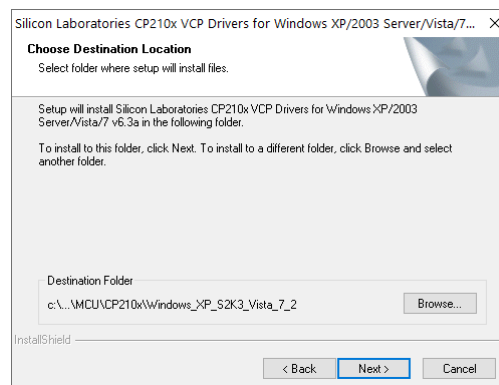

Рисунок 5.1 – Окно выбора папки для установки драйвера
4. В появившемся окне (рисунок 5.1) выбрать путь для установки драйвера.